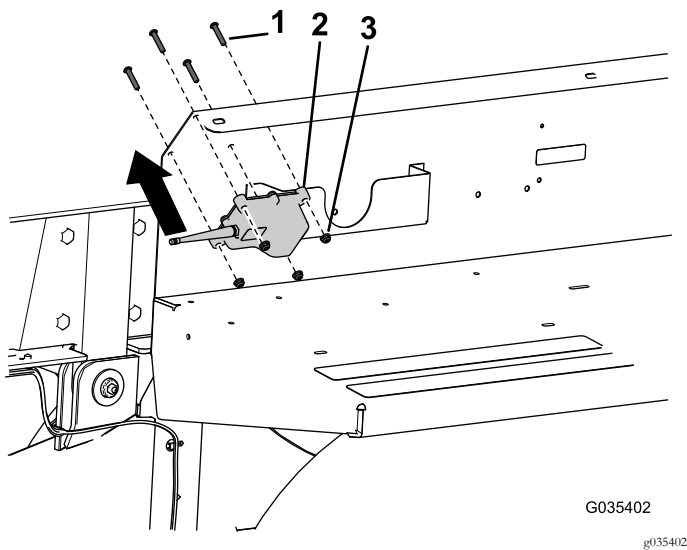

Bild 5
2. Befestigen Sie das RF2CAN-Steuerg r t mit vier Kopfschrauben ($\frac{1}{4}$ " x $1\frac{1}{4}$ ") und vier Muttern ($\frac{1}{4}$ ") an der Schutzvorrichtung des Kotfl gels, wie in Bild 5 abgebildet.
Hinweis: Stellen Sie sicher, dass Sie die Schrauben in der richtigen Richtung einsetzen, siehe Bild 5.